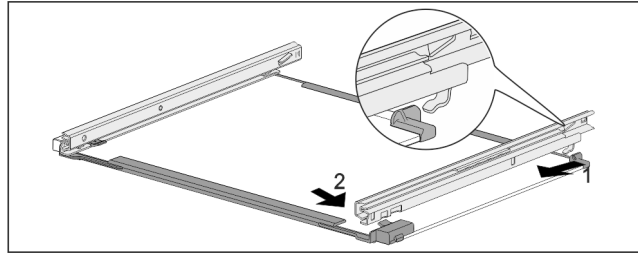

Fig. 143 Raylar bulunan cam plaka
- Rayı arkadan kancaya geçirin. Fig. 143 (1)
- Rayı önde yerine oturtun. Fig. 143 (2)